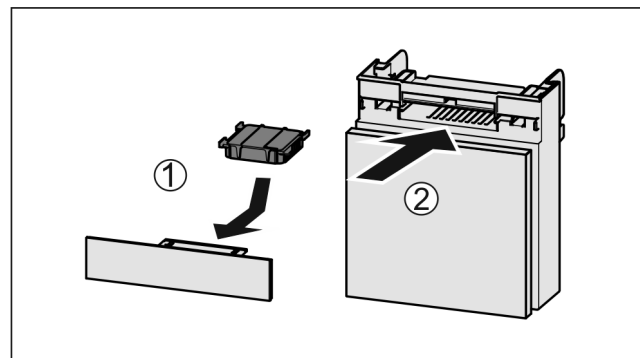

Fig. 81
- Aktivkohlefilter nach Abbildung einsetzen Fig. 81 (1).
- Fach einschieben Fig. 81 (2).